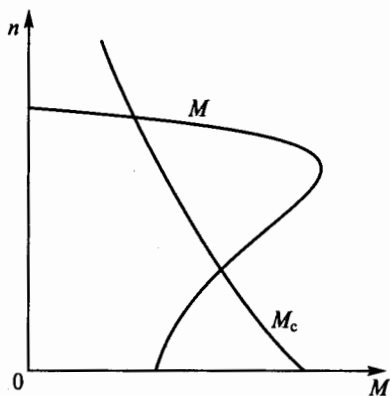

Рис. 258
**11.15.** Может ли асинхронный двигатель с короткозамкнутым ротором, имеющий естественную механическую характеристику  $M$ , показанную на рис. 258, приводить в движение механизм с механической характеристикой  $M_c$ ?
**11.16.** Может ли асинхронный двигатель с фазным ротором, имеющий естественную механическую характеристику  $M$ , показанную на рис. 258, привести в движение механизм с механической характеристикой  $M_c$ ?